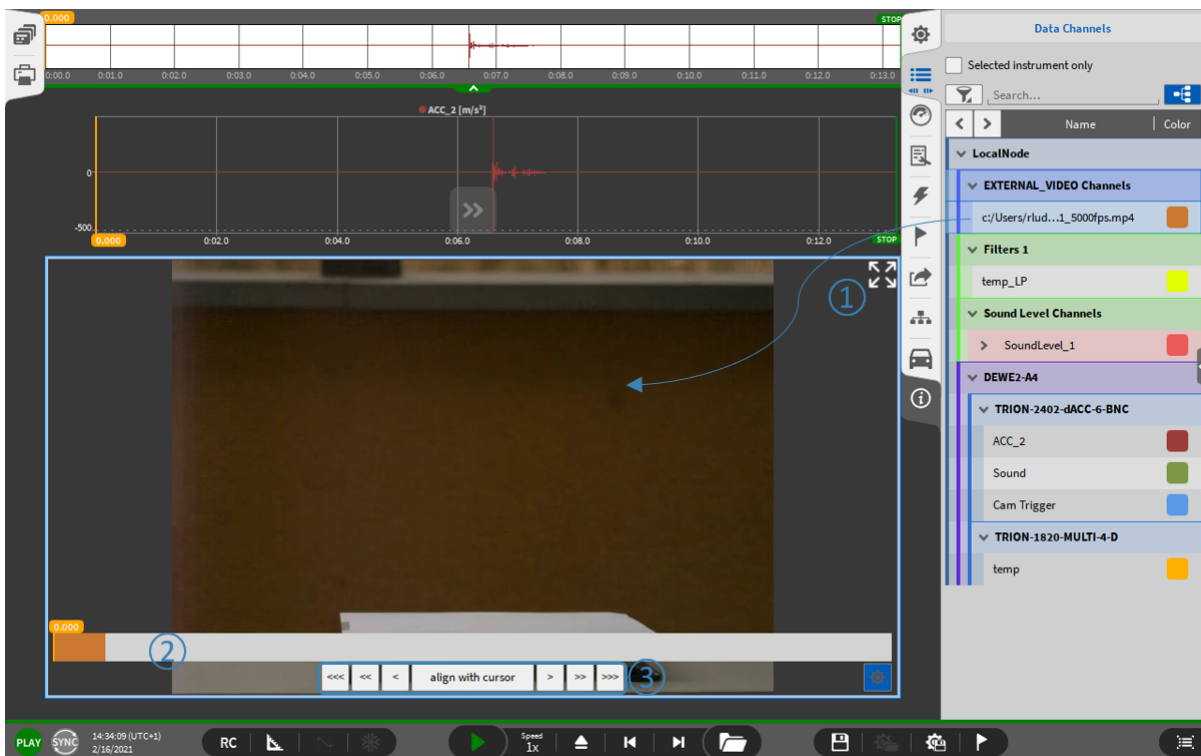

Abb. 7.168: Manuelle Verzögerungskompensation zwischen Video- und Sensordaten
1. Gehen Sie zum Messbildschirm und ziehen Sie den externen Videokanal auf den Messbildschirm ab (siehe ① in Abb. 7.168). Dadurch wird ein Videoinstrument mit dem entsprechenden Video erstellt.
- Die Zeitleiste zeigt die tatsächliche Position des Videos in der OXYGEN-Datendatei (siehe ② in Abb. 7.168)
2. Die Tasten (siehe ③ in Abb. 7.168) können verwendet werden, um die Position des Videos in der Datendatei zu ändern